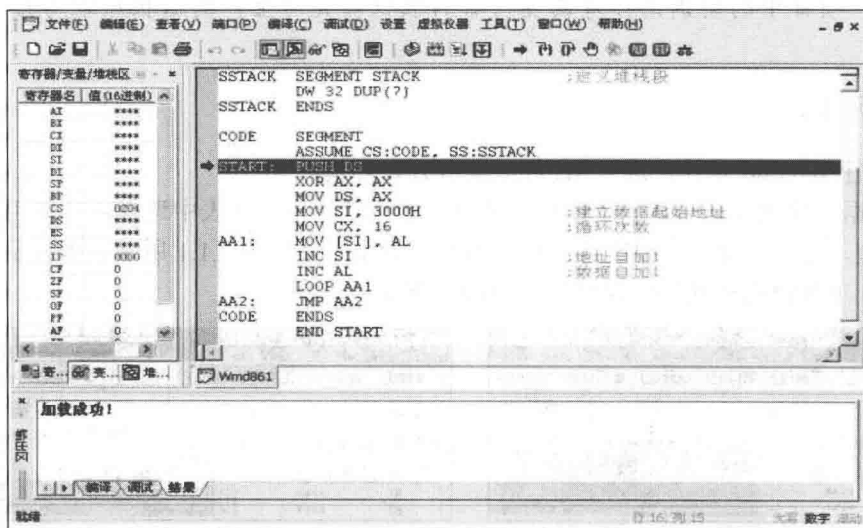

图 1.1.5 起始运行语句
7) 编译、链接都正确,且上下位机通信成功后,就可以下载程序、联机调试了。可以通过端口列表中的“端口测试”来检查通信是否正常,单击下载程序。下载成功后,在输出区的结果窗中会显示“加载成功!”,表示程序已正确下载。起始运行语句下会有一条绿色的背景,如图 1.1.5 所示。